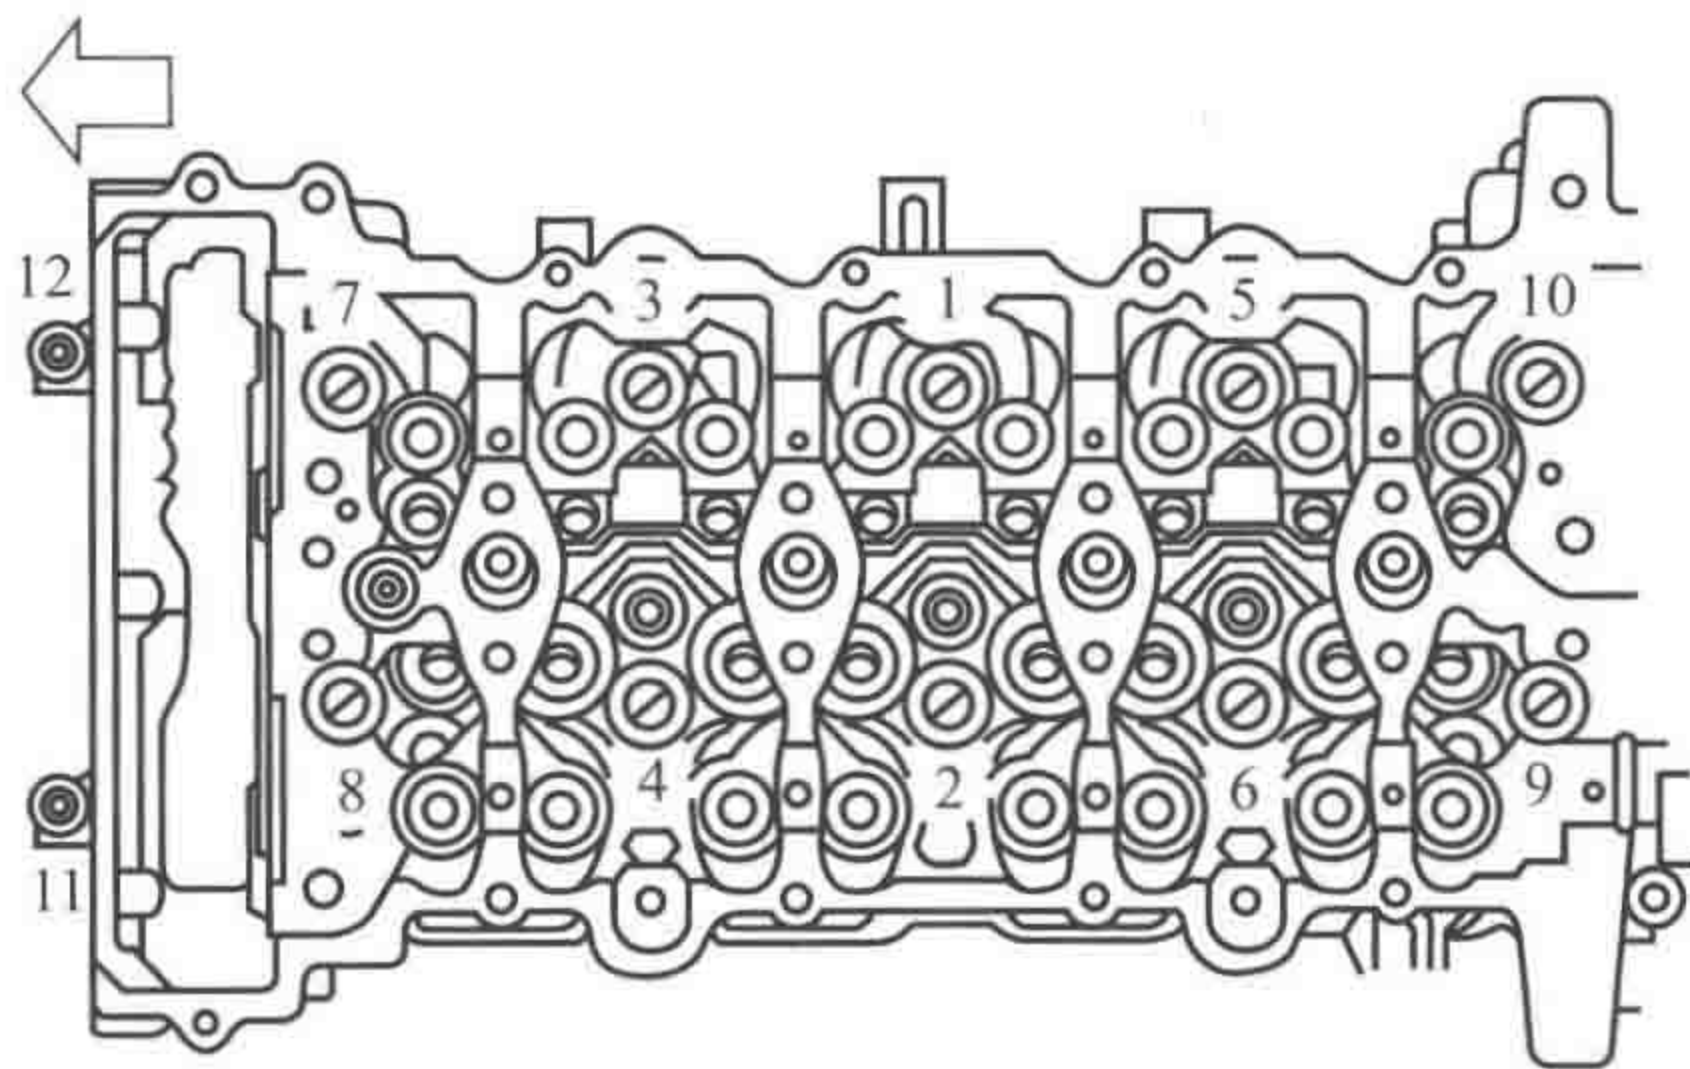

图 1-4 2.0L 涡轮增压汽油机的缸盖螺栓拆装顺序
① 排空发动机机油。
② 拆下下列部件和相关零件：增压空气歧管、排气歧管和涡轮增压器总成、缸盖罩、缸盖前盖、凸轮轴。
③ 拆下冷却液管路支架的螺栓，以便拆下冷却液管路。
④ 拆下冷却液节温器的螺栓。
⑤ 断开冷却液温度传感器线束接头。
⑥ 拆下火花塞。
⑦ 拆下滑轨销盖。
⑧ 通过冲击分离器（专用工具）拆下滑轨销。
⑨ 按照图 1-4 所示，从 12~1 的顺序松开螺栓，以便拆下缸盖。注意：当发动机冷却时，再执行这个步骤。
⑩ 如有必要，拆下液压气门间隙调节元件。
① 使用专用清洁剂对缸盖和缸盖罩盖进行清洁。
② 拆下缸盖密封垫。
③ 参考图 1-4，按顺序 1~12 拧紧螺栓，以便安装缸盖。
a. 按图 1-4 中的顺序 1~11 拧紧螺栓，拧紧力矩为 $40.0\text{N} \cdot \text{m}$ 。
b. 按图 1-4 中的顺序 1~12 顺时针转动螺栓，角度拧紧为 90° 。